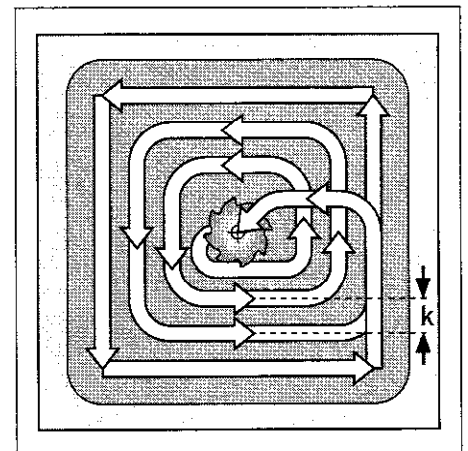

Abb. 8.9: Werkzeug-Bahn beim Ausräumen
- beschreibt das Werkzeug anschließend mit dem eingegebenen Vorschub die dargestellte Bahn (siehe Abb. 8.9)